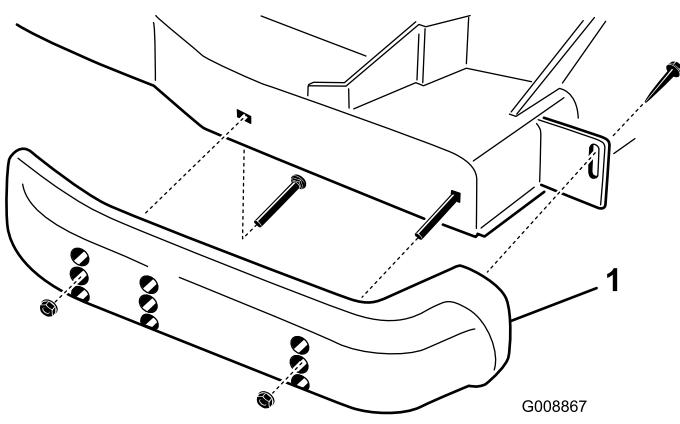

Figure 26
1. Desserrez la vis à l'avant de chaque patin (Figure 26).
2. Retirez les boulons à embase et les écrous de chaque patin (Figure 26).